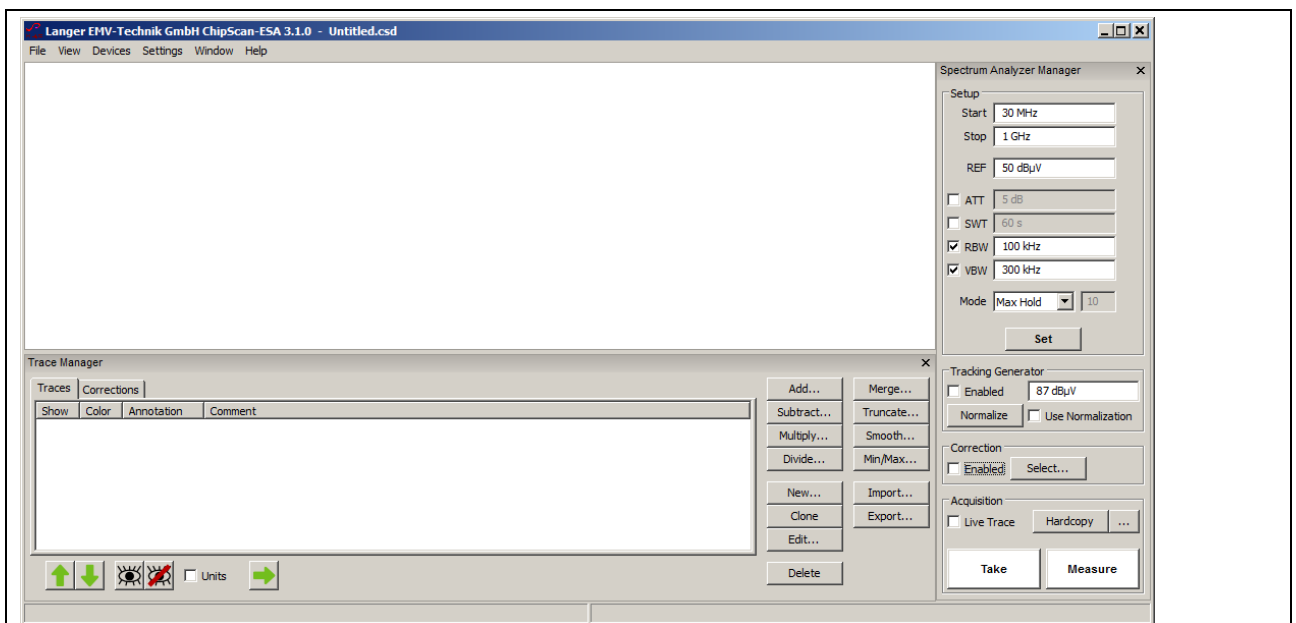
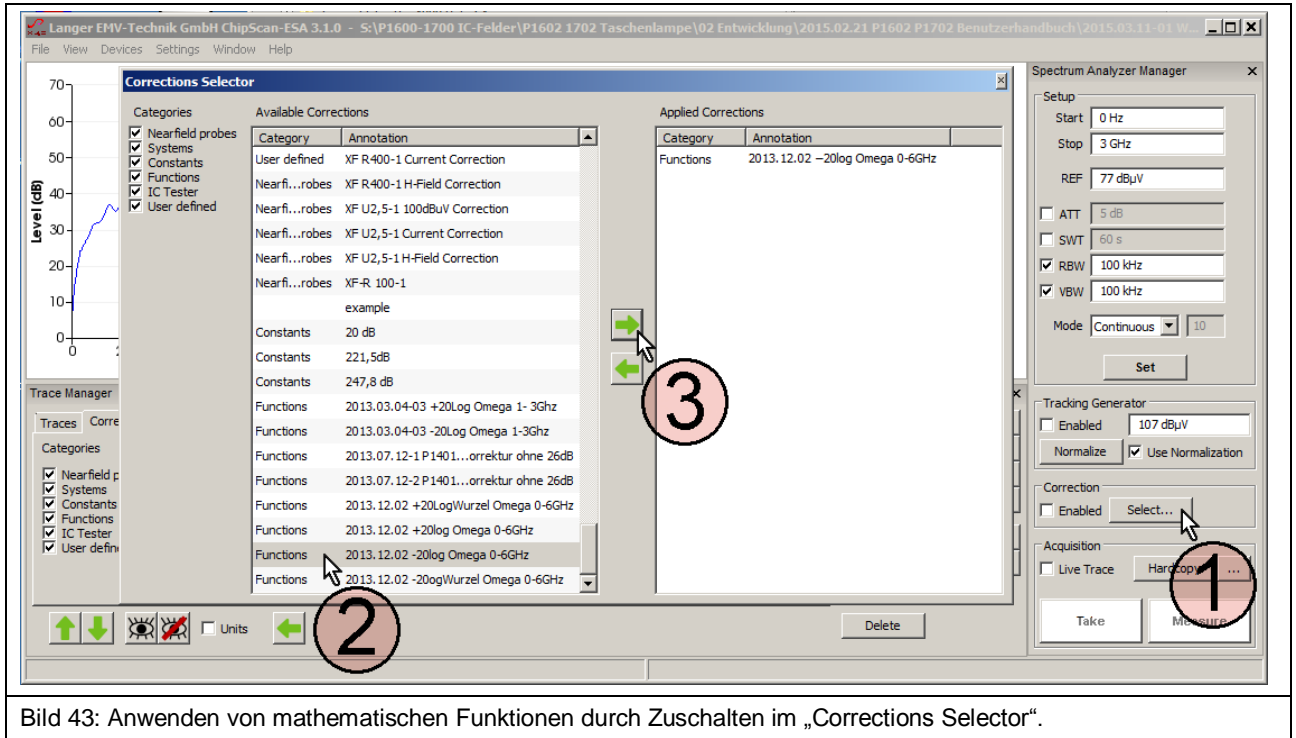
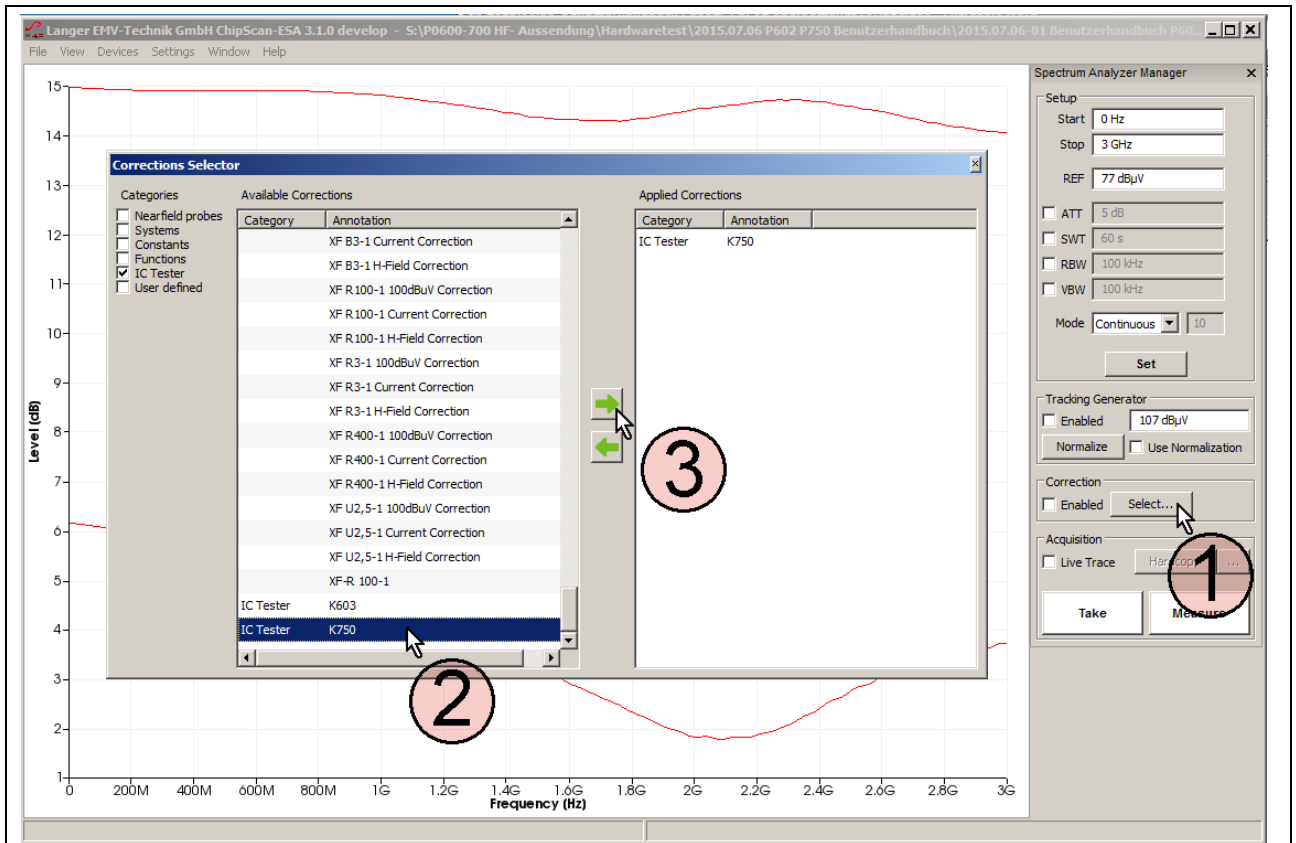

Bild 42: Haupteinstellungen des Spektrumanalysators im „Spectrum Analyzer Manager“ (rechte Seite).
Bild 43: Anwenden von mathematischen Funktionen durch Zuschalten im „Corrections Selector“.
Bild 44: Laden der Korrekturkurve „K750“ in den „Corrections Selector“.
Im „Spectrum Analyzer Manager“ sind die Haupteinstellungen des Spektrumanalysators vorzunehmen (**Bild 42**). Zur Korrektur des Frequenzgangs des Messergebnisses $U_{AV}(\omega)$ der Probe **P603** oder **P750** sind die Korrekturkurve „K603“ oder „K750“ zu verwenden. Die Umrechnung von $U_{AV}(\omega)$ auf $I_{IC}(\omega)$ und $U_{IC}(\omega)$ kann automatisch im „Spectrum Analyzer Manager“ unter „Correction“ erfolgen. Dafür ist die Korrekturkurve „K603“ oder „K750“ zu verwenden. Weiterhin können mathematische Funktionen angewendet werden (**Bild 43**). Zum Beispiel die Division durch ω im Zeitbereich.
Zur Auswahl für die Korrektur wird im „Spectrum Analyzer Manager“ unter „Correction“ der Button „Select“ angewählt (Mauszeiger ① Bild 43).
Es öffnet sich das Fenster „Corrections Selector“ (Bild 43). Die Korrekturkurve -20 Log ω wird mit dem Mauszeiger ② aktiv geschaltet. Durch Betätigen der „nach rechts“ Taste ③ wird die Korrekturkurve in das Verzeichnis „Applied Corrections“ geholt. Weitere Korrekturfaktoren und Korrekturkurven (Bild 44) wie z.B. „K603“ oder „K750“ können auf gleichem Weg hinzugefügt oder einzeln geladen werden (Bild 44).